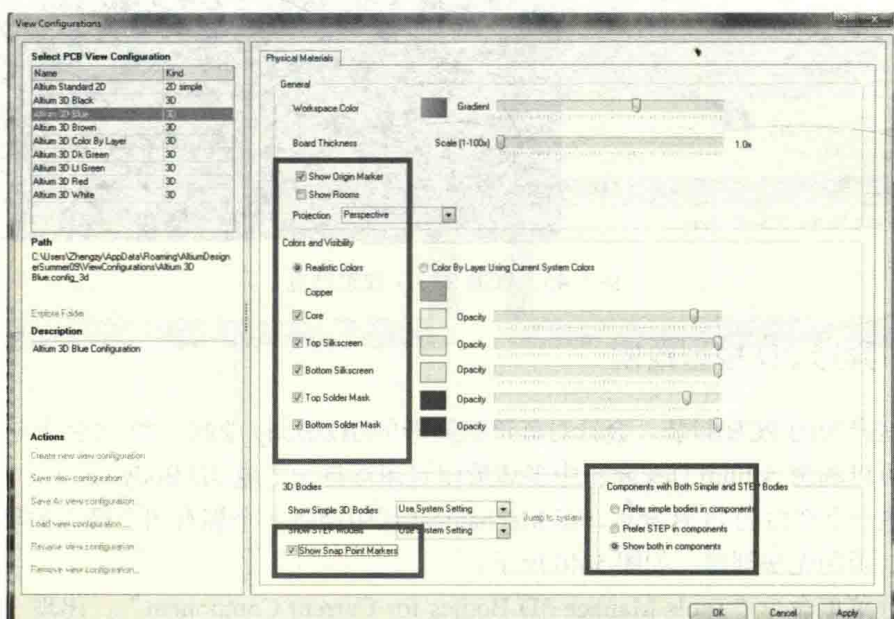

图 5-43 3D 显示选项设置
(5) 绘制完成之后一般会切换到 3D 模式下，验证之前一般先检查下 3D 显示选项设置是否正常，按快捷键“L”打开 3D 显示选项设置对话框，如图 5-43 所示，按照图示标记设置相关选项。